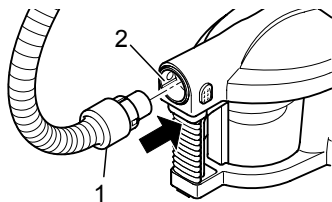

Abb. 2
1. Stecken Sie das Ende des Saugschlauchs (Abb. 2/1) in den Anschluss (Abb. 2/2) des Bodestaubsaugers, bis die Verriegelung hörbar einrastet.